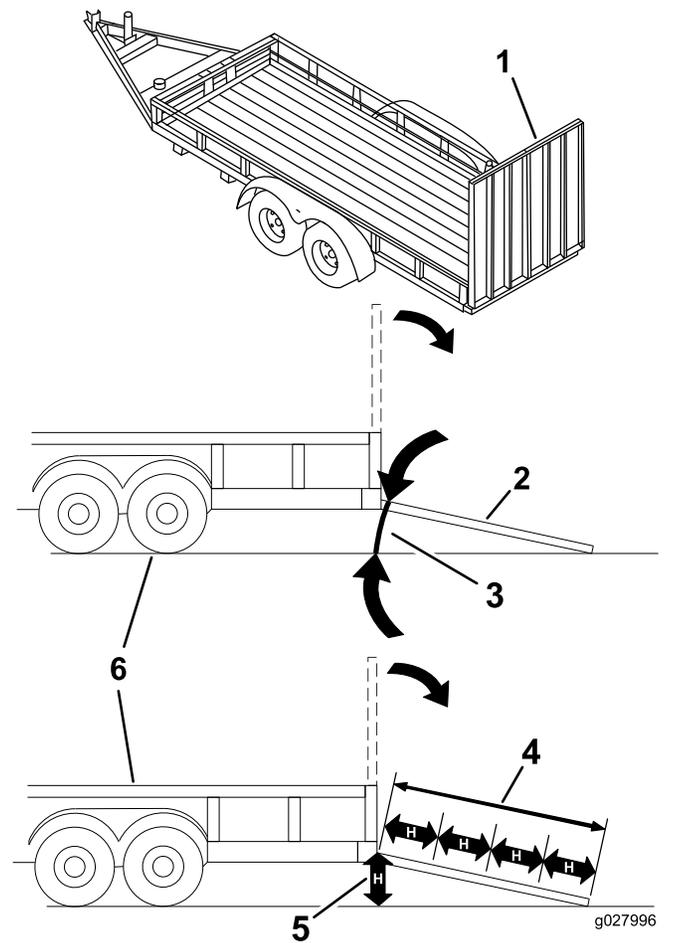

Figure 21
Le chargement de la machine sur une remorque ou un camion augmente le risque de basculement et donc de blessures graves ou mortelles (Figure 21).
3. Abaissez la rampe pour que l'angle avec le sol ne dépasse pas 15 degrés (Figure 21).
1. Abaissez la rampe pour que l'angle avec le sol ne dépasse pas 15 degrés (Figure 21).